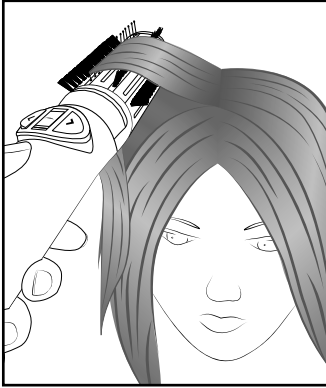

Fig. 2
- ▶ También puede darle más volumen a la raíz con solo mantener el cepillo redondo **8**/**9** durante unos segundos por debajo del mechón en la zona de la raíz (consulte la fig. 2). Realice este procedimiento sin la función de giro, ya que, de lo contrario, el pelo se enredaría en las cerdas.